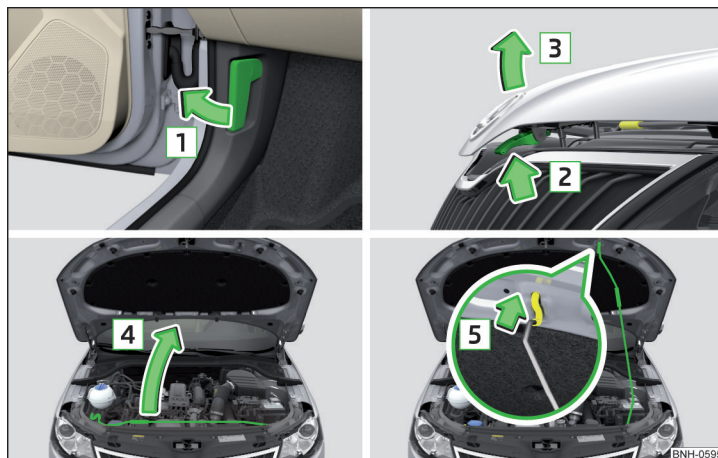

Abb. 145 Motorraumklappe öffnen
- Die Fahrertür öffnen und am Entriegelungshebel unterhalb der Schalttafel in Pfeilrichtung 1 ziehen » Abb. 145.